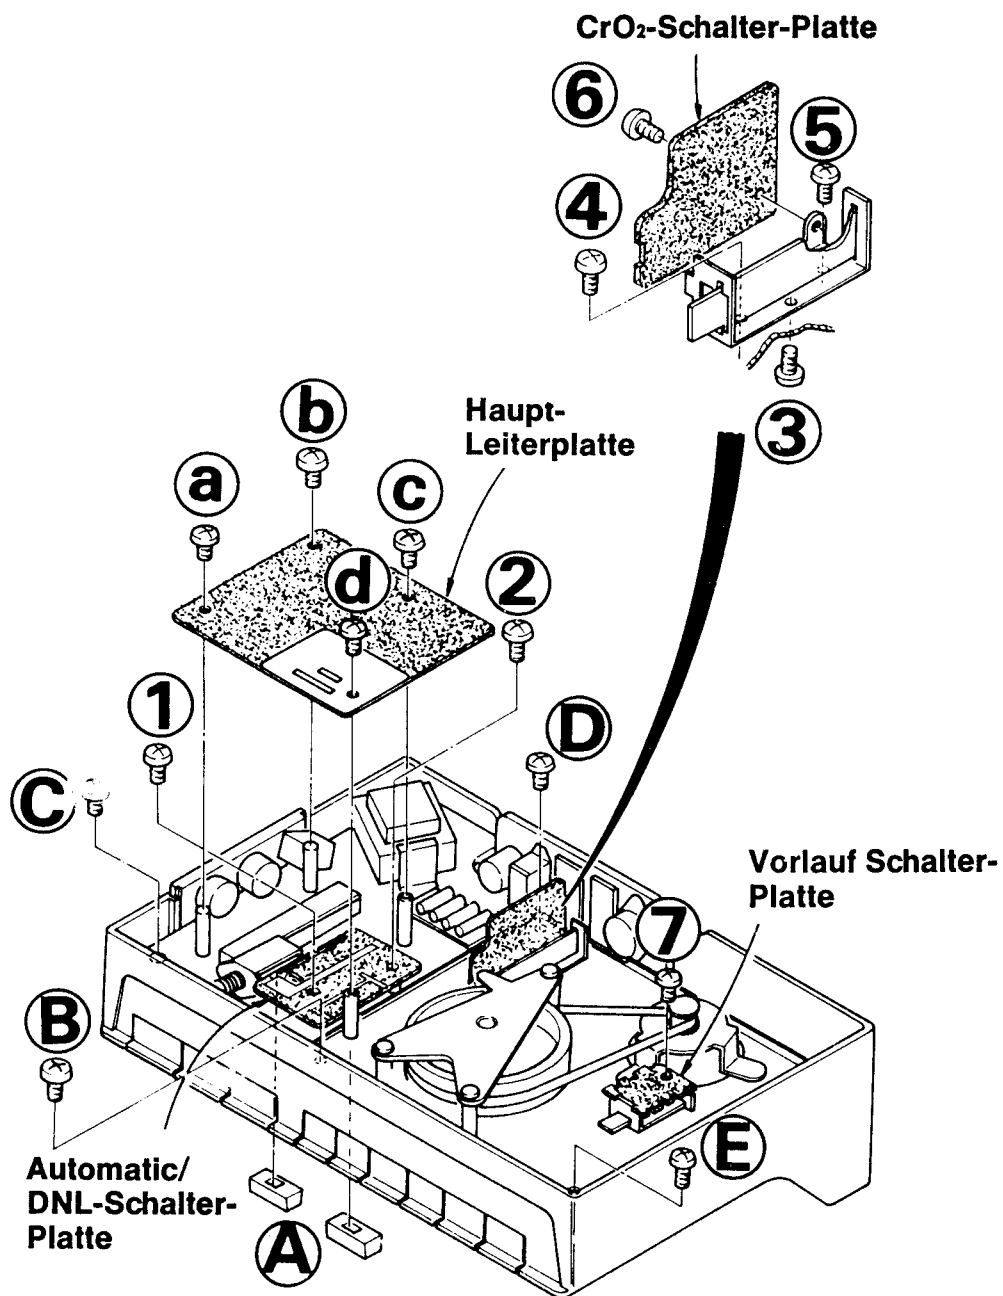

Fig.2
Beide Pegel-Regler-Knöpfe (A) abziehen. Danach 4 Schrauben (B) bis (E), die das Chassis mit dem Gehäuse verbinden, entfernen, so daß man Chassis und Gehäuse voneinander trennen kann. (Fig. 2).
4 Schrauben (a) bis (d), welche die Hauptleiterplatte festhalten, entfernen (Fig. 2).
2 Schrauben (1) und (2), welche die ALC/DNL-Schalter-Leiterplatte festhalten, entfernen (Fig. 2).
3 Schrauben (3) bis (5) entfernen, die den Schalter-Winkel (Fig. 2 rechts oben) am Chassis befestigen. Danach die Schraube (6) lösen, welche die CrO₂-Umschalt-Platte fixiert (Fig. 2).
Schraube (7), welche die Leiterplatte des Vorlaufschalters festhält, entfernen (Fig. 2).